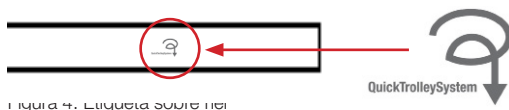

Figura 4. Etiqueta sobre riel
- e) Conecte la unidad de mano provista a la estación de carga, y el cable de la unidad de mano a la unidad de grúa (figura 4). Compruebe el funcionamiento del cargador.
- VI. Coloque la etiqueta suministrada sobre el riel para mostrar al usuario el punto de montaje y desmontaje de la unidad de grúa (figura 4).
- 5) Conecte el cable rojo al contacto del cargador en el lado derecho, el polo positivo de la placa del cargador; y el cable negro en el lado izquierdo (negativo), conforme a la figura 4.
- 4) Monte los contactos del cargador de acuerdo a la figura 4. ¡ATENCIÓN! Presione el contacto del cargador (A) unos 50 mm si solo se emplea un perno de tope. En caso de utilizar un tope ajustable, el contacto del cargador puede insertarse unos 90 mm.